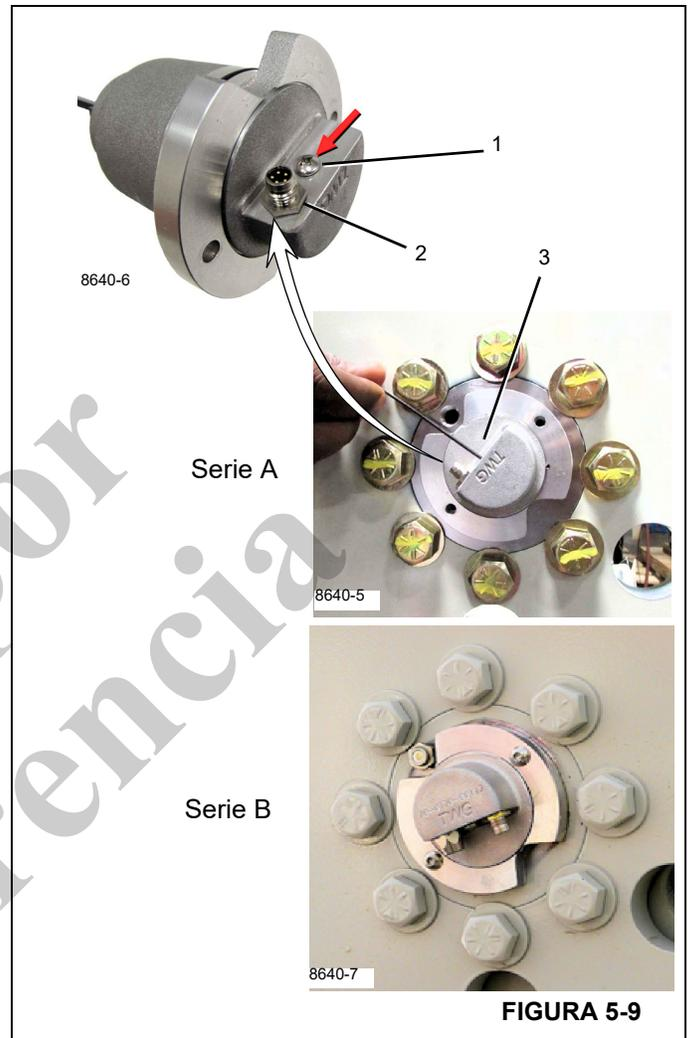

FIGURA 5-9
2. Desenchufe la alimentación del Indicador de tres vueltas de cable desconectando el cable del DRI (2, Figura 5-9).
3. Retire el tornillo de la cubierta del botón de programación del Sistema de monitoreo del malacate (HMS) (1, Figura 5-9) en el DRI.
4. Mantenga presionado suavemente el botón de programación (3, Figura 5-9) y regrese la alimentación al Indicador de tres vueltas de cable volviendo a conectar el cable del DRI.
NOTA: Mantener presionado el botón durante más de 15 segundos pone el HMS en modo de envío en las unidades de la serie A (Vea la Figura 5-9). Vea Modo de envío para obtener información adicional.
NOTA: Si no se vuelve a colocar el tornillo de programación (1, Figura 5-9), el funcionamiento del Indicador de tres vueltas de cable podría verse afectado.
3. Retire el tornillo de la cubierta del botón de programación (1, Figura 5-9).